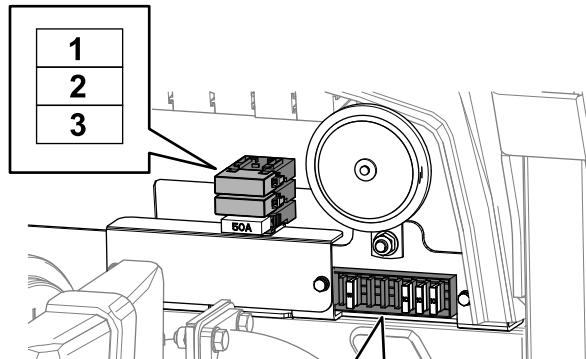

Figure 72
5. Remplacez tout fusible ouvert par un fusible de même intensité (Figure 72).